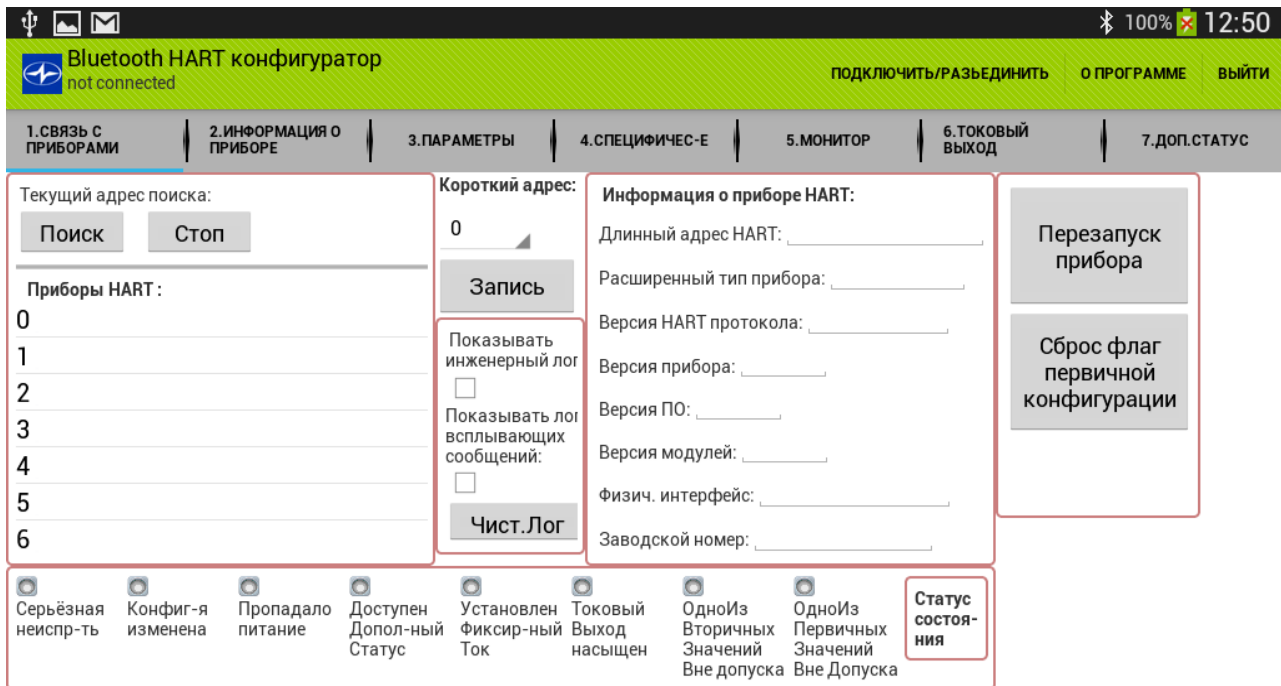

Рис.1 Окно программы после запуска
3.2.1.2 Запустить программу касанием иконки Bluetooth HART Конфигуратор  на рабочем столе и убедиться в появлении окна программы, приведённого ниже на Рис.1.